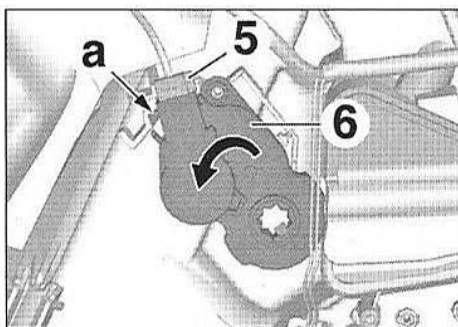

FIG.40
- Débrancher le connecteur (5) (Fig.40).
- Agir en (a) et dans le sens antihoraire pour dégager le servomoteur (6).
- Déposer le servomoteur de mélange d'air (6).